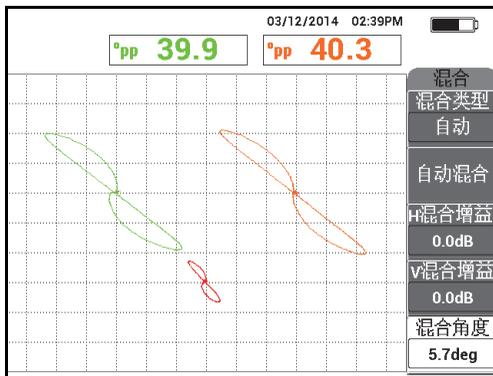

图 5-147 微调混合角度
- c) 微调**混合角度**，这个参数在**主菜单滤波器的混合菜单**中，也可以获得 40.0 度读数或非常接近 40 度的读数（参见第 215 页的图 5-147）。